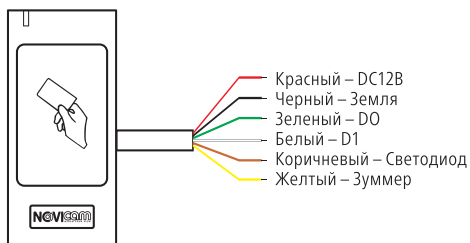

Рис. 2 Подключение ER22W | MR22W
**3.2 Установка ER22W | MR22W.** Снимите заднюю крышку с устройства, удалив фиксирующий винт ключом. Просверлите в стене два отверстия для дюбелей и одно отверстие для кабеля. Вставьте прилагаемые дюбеля в отверстия. Зафиксируйте заднюю крышку на стене 2-мя саморезами. Подключите устройство в соответствии со схемой на рис.2. Прикрепите устройство к крышке и зафиксируйте винтом.